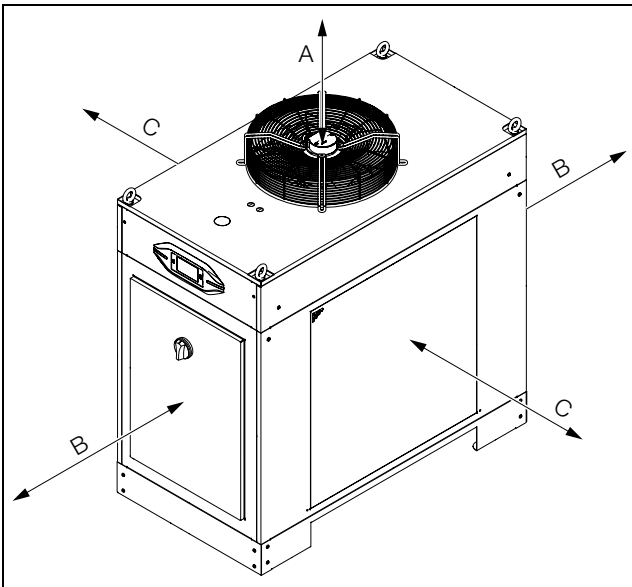

Abb. 13: Mindestabstände
- Zum ungehinderten Ausströmen der warmen Abluft muss die Öffnung oben auf dem Chiller frei zugänglich sein (vgl. Abb. 13). Um den Anschluss der Versorgungsleitungen sowie Wartungs- und Reparaturmaßnahmen zu erleichtern, sollten zudem die unter Abb. 13 angegebenen Mindestabstände eingehalten werden.
- Auch um einen „Luftkurzschluss“ (Vermischung von Zu- und Abluft) zu vermeiden und die volle Kälteleistung zu gewährleisten, sollten die unter Abb. 13 angegebenen Abstände eingehalten werden.